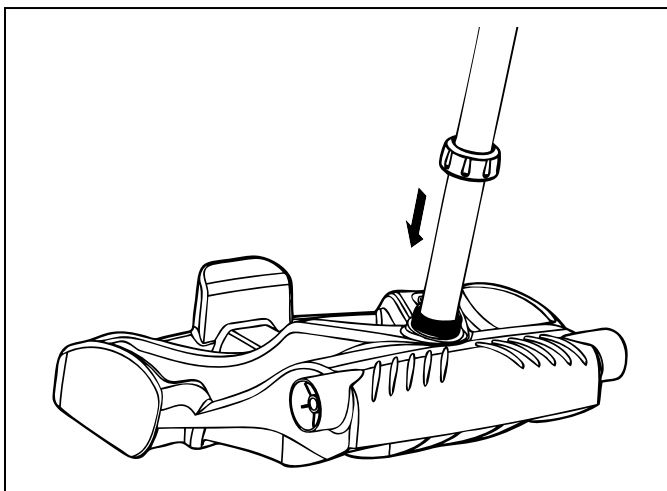

Figure 4. Tourner l'écrou à main pour verrouiller le cadre
4. Glisser l'écrou à main sur la tige et tourner pour le serrer sur l'unité de base (Figure 4).